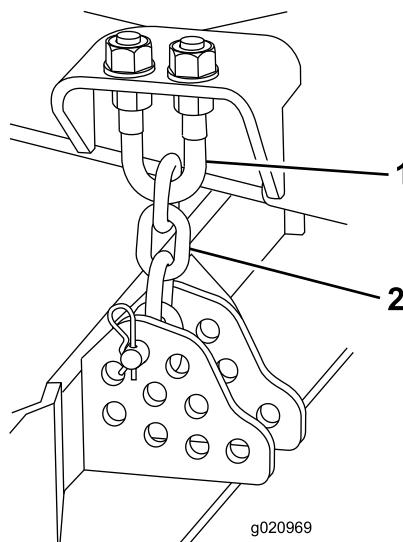

Bild 73
3. Entfernen Sie den Splint und den Lastösenbolzen, mit denen die Schnitthöhenkette an der Rückseite des Mähwerks befestigt ist (Bild 73).